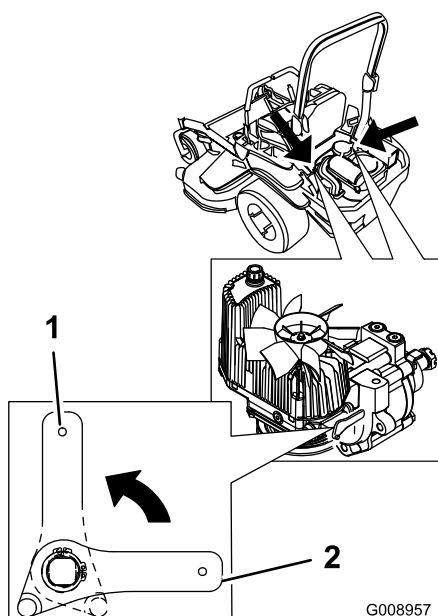

Figure 37
2. Tournez les leviers des vannes de déblocage en position verticale pour pousser la machine (Figure 37).
4. Tournez les leviers des vannes de déblocage en position horizontale pour utiliser la machine (Figure 37).